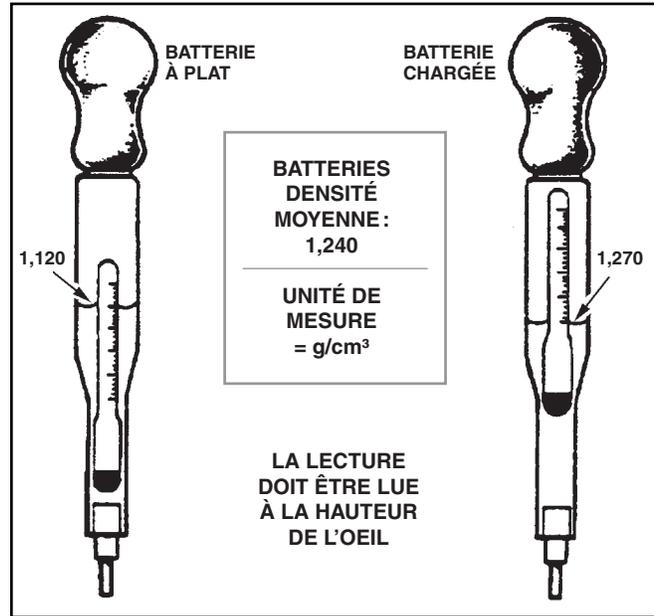

Figure 7 - Lecture de l'hydromètre d'électrolyte
6. Tenir l'hydromètre d'électrolyte à la hauteur de l'oeil de sorte que le flotteur soit vertical et libre dans le cylindre de verre, puis noter la lecture à la surface de l'électrolyte. Négliger la courbure où l'électrolyte monte contre la tige du flotteur due à la tension de surface. Voir Figure 7.
7. Rectifier la lecture de l'hydromètre d'électrolyte en fonction de la température. Quand la température de l'électrolyte est au-dessus de 26,6°C (80°F) ajouter quatre espaces (0,004 g/cm³) à la lecture pour chaque 5,5°C (10°F) au-delà de 26,6°C (80°F). Si la température de l'électrolyte est au-dessous de 26,6°C (80°F) soustraire quatre (4) espaces (0,004 g/cm³) pour chaque 5,5°C (10°F) en deçà de 26,6°C (80°F).